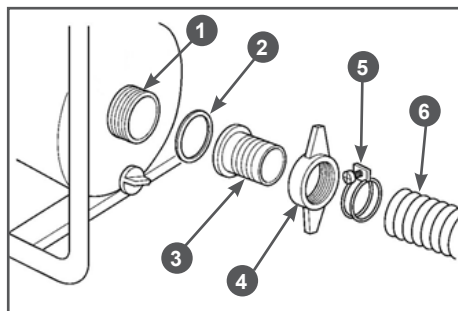

Рис. 15 Установка всасывающего рукава
- Установите патрубок 3 через уплотнительное кольцо 2 к всасывающему фланцу 1 насоса и плотно затяните гайку 4 патрубка (Рис. 15).
- Наденьте до упора всасывающий рукав 6 на патрубок 3 и затяните его хомутом 5 (Рис. 15).